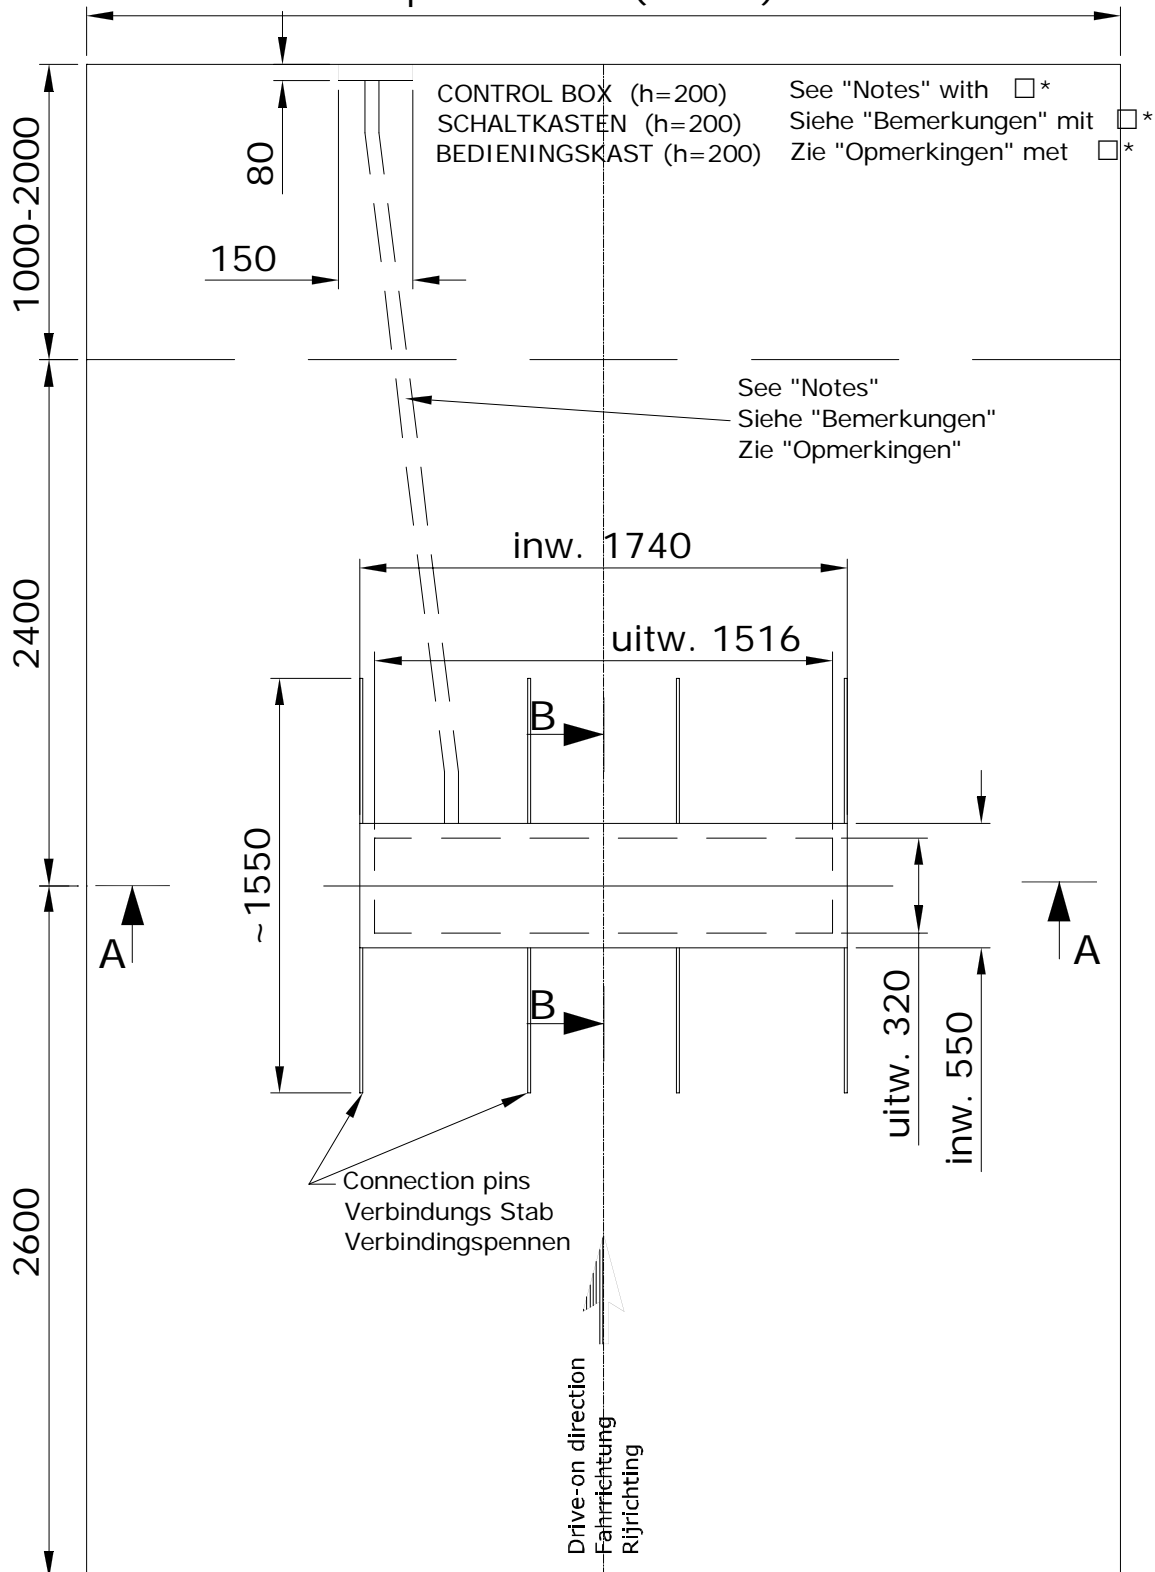

fig.3
1. Determine the position see fig. 1, fig. 2 and fig. 3.
The plate round about (h = 25 mm see fig. 3 and fig. 4) on the U-profile 100x50x6 round about, is the bearing face for a long spirit level. Use blocks of 190mm high so the topface of the blocks is be similar to the reference measure $\pm 0,00 =$ top of the floor (see A).
Das umlaufende Stegblech (h = 25 mm siehe fig. 3 und fig. 4) auf dem umlaufenden U-Profil 100x50x6 ist die Auflagefläche für eine lange Wasserwaage. Dieses stützpunkt ausfüllen mit zum beispiel eine holzklotze von 190mm hoch wobei der ober seite gleich sein soll an der oberseite des bodens mit ein spiel von 0.00.
1. Bepaal de positie zie fig. 3.
De inbouwcassette moet precies volgens de assen van de tekening (zie fig. 3) gezet worden.
De rondom lopende metalen plaat (h = 25 mm zie fig. 2) die op het rondom lopende U-profiel 100x50x6 zit, is het steunvlak voor een lange waterpas. Dit steunvlak opvullen met bijvoorbeeld een blok van 190mm hoog waarbij de bovenkant gelijk moet zijn aan de referentiemaat $\pm 0,00$ = bovenkant van de vloer (zie fig. 3).